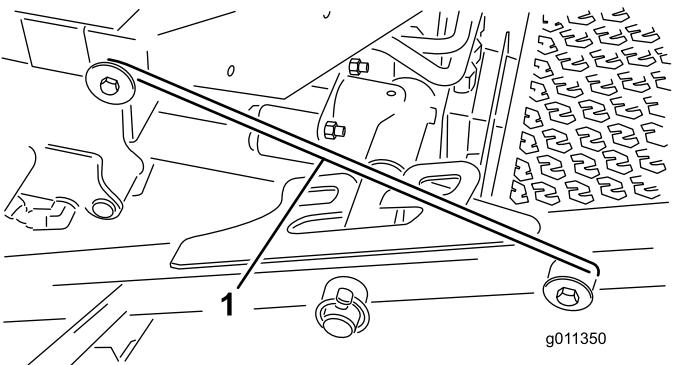

図 7
4. 前のキャリアフレームリテーナからラッチのロッド図7を外す。
5. 前カッティングデッキの外側を持ち上げ、運転台前部のフレームについているピンにラッチを掛ける図7。